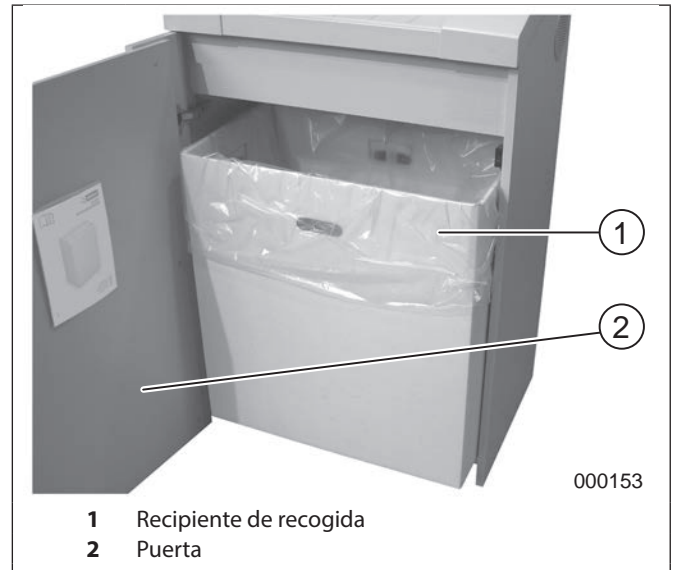

Fig. 4 Recipiente de recogida
Vaciar ahora el o los recipientes de recogida (Fig. 4/1) como se indica a continuación:
1. Abra la puerta (Fig. 4/2).